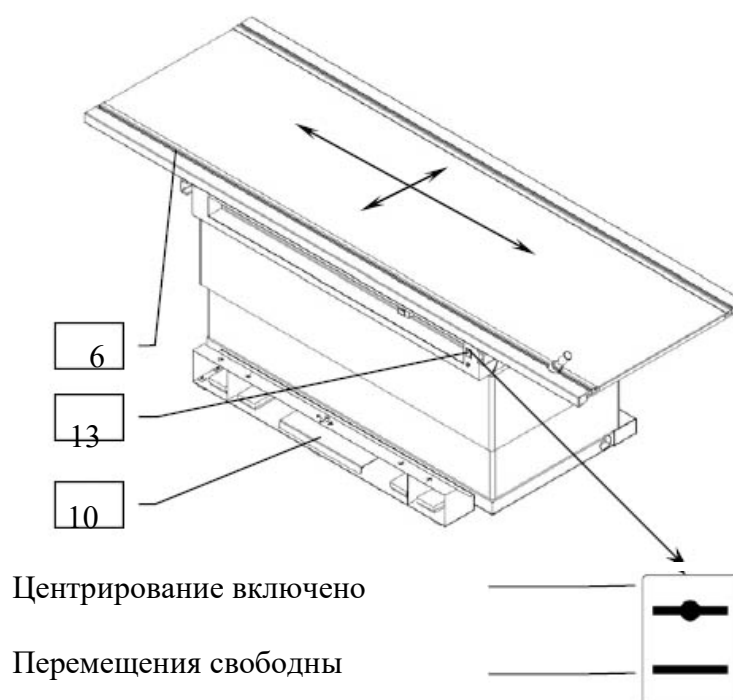

Рисунок 4.4
- Включите выключатель 13 (рис. 4.4) поперечного перемещения деки стола
- Нажмите ножную педаль 10 (рис. 4.4) для освобождения тормоза продольного перемещения деки стола.